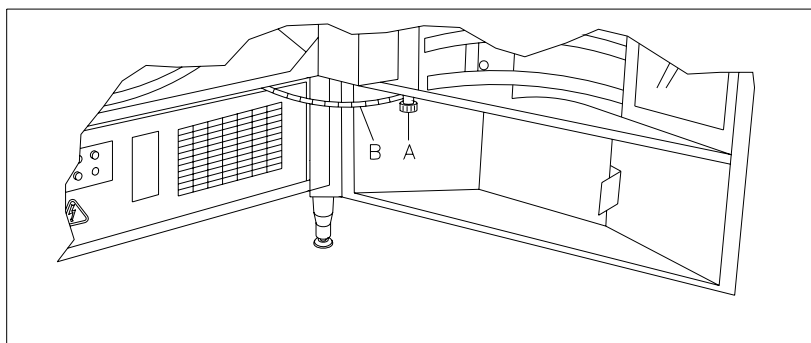

FIG. 13
- 2) Abrir la puerta, destornillar el pomo (pos. A) y aflojar la cadenita (pos. B), véase FIG. 13.